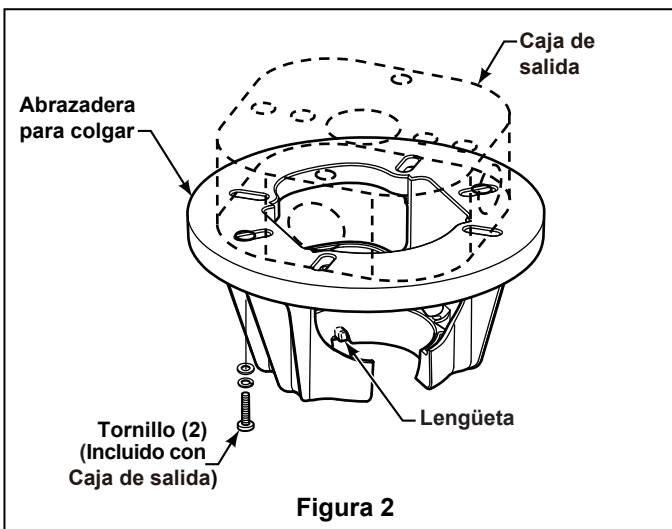
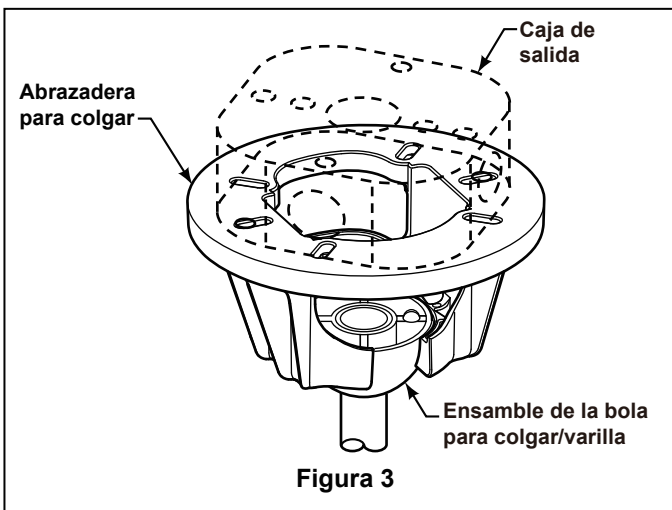

Figura 2
Figura 3
4. Afloje los dos tornillos de fijación del soporte del barral. Alinee los orificios del pasador en el barral con los orificios del soporte del mismo. Instale la clavija de horquilla y asegúrela con la pinza de horquilla. Asegúrese de que presiona el extremo derecho de la pinza de horquilla a través del orificio cercano al final de la clavija de horquilla hasta que la parte curva de la misma se cierre sobre la clavija de horquilla. Debe instalar correctamente la pinza de horquilla para evitar que se afloje la clavija de horquilla. Tire de la varilla interior para asegurarse de que la clavija de horquilla esté bien instalada. (Figura 3)
7. Mientras mantiene en alto la bola colgante, fije adecuadamente los dos tornillos de presión con tuercas en el soporte de la varilla interior. (Figura 2 & 3)
1. Fije bien la abrazadera para colgar a la caja de salida con los tornillos y las arandelas provistas con la caja de salida. (Figura 2)
3. Levante cuidadosamente el ventilador y coloque el ensamble de la bola para colgar/varilla en la abrazadera para colgar que acaba de fijar a la caja de salida. (Figura 3) Asegúrese de que la ranura de la bola esté alineada con la lengüeta de la abrazadera para colgar. (Figura 2)
- Conecte los cables tal y como se le indica: (Figura 3) – El soporte del gancho verde y los cable de la bola del soporte van al cable (tierra) DESNUDO.
1. Funcionamiento y Utilización del Transmisor a Distancia (Figura 3):
4. Utilizando un destornillador Phillips, asegure los tornillos de cabeza plana con las arandelas de fibra y las arandelas planas para fijar la pala. No apriete en exceso. (Figura 2)
5. Fije las palas montadas y los soportes de palas en el centro del motor utilizando los tornillos suministrados. (Figura 3)
2. Fije adecuadamente la placa del adaptador a la pestaña del Soporte y fije los tres tornillos. (Figura 2)
3. Fije adecuadamente las conexiones del motor al portalámparas de la unidad de placa del soporte de la luz descendiente. (Figura 3)